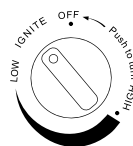

Рис. 21.
3. Нажмите на ручку управления газом и поверните против часовой стрелки в положение IGNITER (ВОСПЛАМЕНИТЕЛЬ) (рис. 21) чтобы зажечь очаг. При необходимости продолжайте нажимать и поворачивать ручку управления против часовой стрелки до тех пор, пока обогреватель не загорится (будет слышен щелчок).